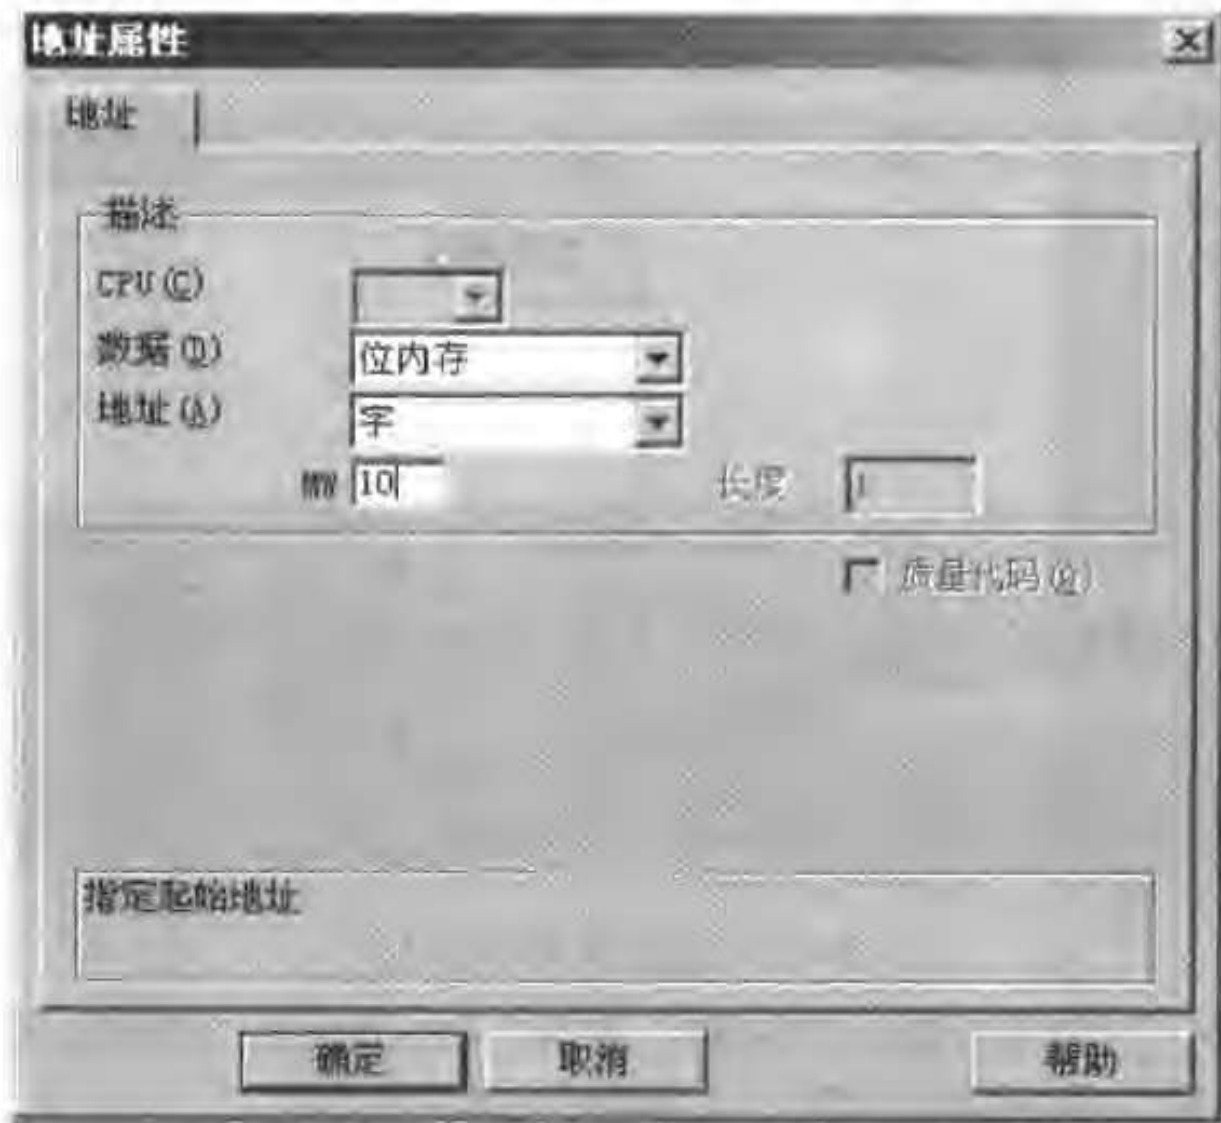

图 3-8 过程变量的属性对话框
- 必须给过程变量分配一个在 PLC 中的对应地址,地址类型与通讯对象相关。单击地址域旁边的“选择”按钮,打开“地址属性”对话框,如图 3-8 所示。